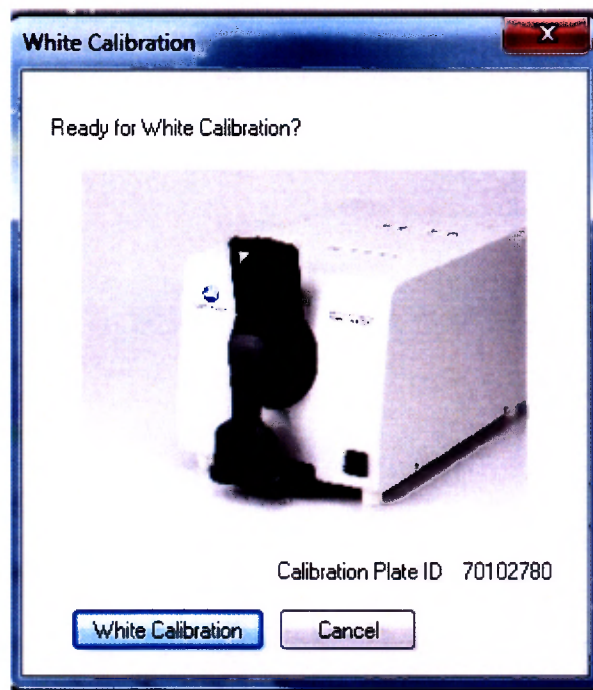

Рисунок 3
8.2.4 Переведите держатель образца в открытое положение. Вставьте выступы на коробке для калибровки нуля в проточки на корпусе прибора и закройте держатель образца, чтобы зафиксировать коробку. Нажмите на кнопку Zero Calibration. После окончания калибровки на экране появится сообщение с просьбой установить белую калибровочную пластину из состава спектроколориметра (см. рисунок 3).